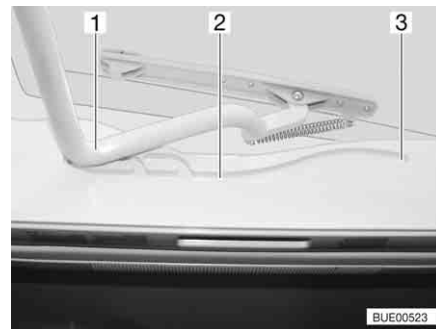

Bild 91 Heki-Dachhaube, Führung
- Den Bügel (Bild 91,1) in den Führungen (Bild 91,2) bis in die hinterste Position (Bild 91,3) ziehen.
- Den Bügel (Bild 91,1) mit beiden Händen leicht nach oben drücken.
- Den Bügel in den Führungen (Bild 91,2) bis zur gewünschten Stellung ziehen.